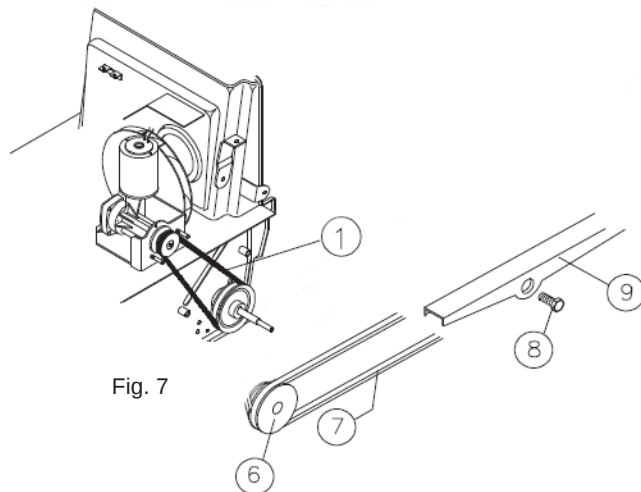

Fig. 7
- Scoateți centura poz. 7 Fig. 7 pe roata poz. 6 Fig. 7.
- Deșurubați știftul de fixare poz. 8 Fig. 7 și eliberați cârligele de pe brațul lateral poz. 9 Fig. 7 din inelul dințat în gol.
- Scoateți centura poz. 7 din brațul lateral poz. 9 Fig. 7.
- Reașezați brațul lateral poz. 9 Fig. 7 la inelul dințat în gol.
- Strângeți din nou știftul poz. 8 Fig. 7.
- Repoziționați centura poz. 7 Fig. 7 pe roata poz. 6 Fig. 7.
- Scoateți centura poz. 1 Fig. 7.